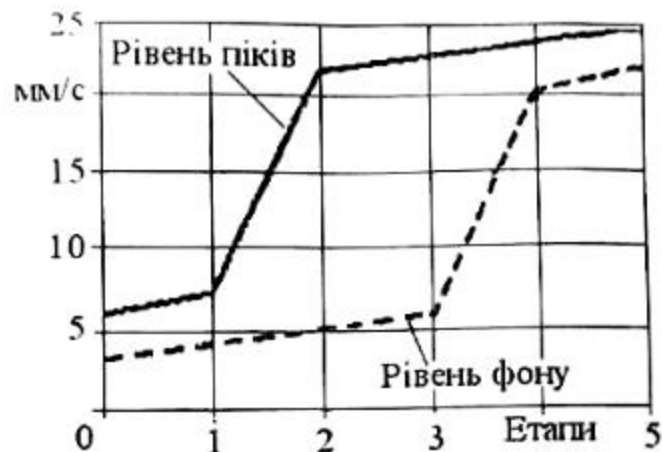

Рисунок 1 – Етапи розвитку несправностей підшипників кочення
**Етап 2.** Починаючи з точки «2» (рис. 1) ударні імпульси в підшипнику досягають за своєю енергією практично максимального значення. Кількісне значення максимуму енергії імпульсів визначається типом підшипника й умовами його експлуатації. Енергія імпульсів, що виділяється в підшипнику, вже настільки велика, що її достатньо для розширення зони локалізації несправності. На цій стадії зупинити подальший розвиток несправності практично не можливо, почався її саморозвиток. Величина піків вібрації на часовому вібросигналі вже практично не зростає, але й рівень фону теж змінюється мало.